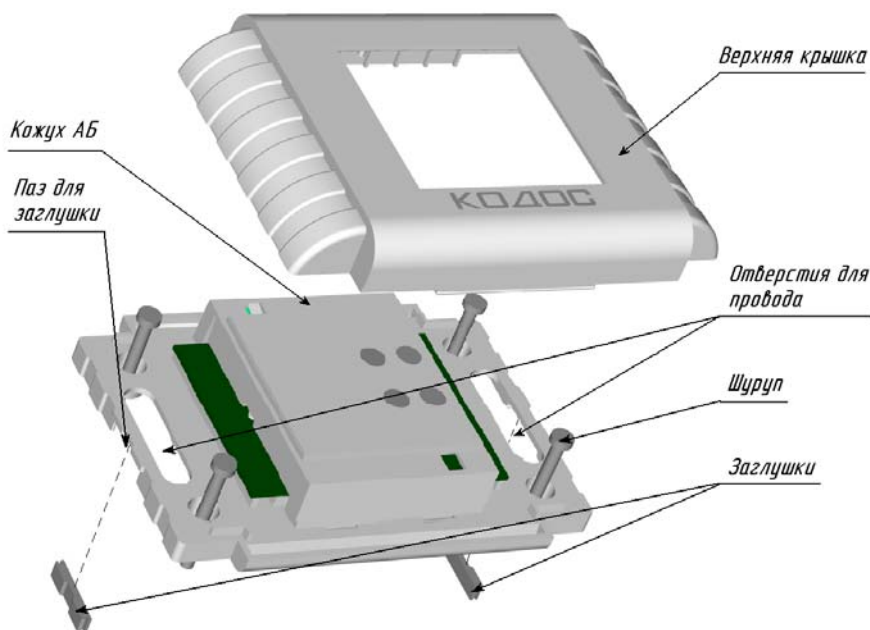
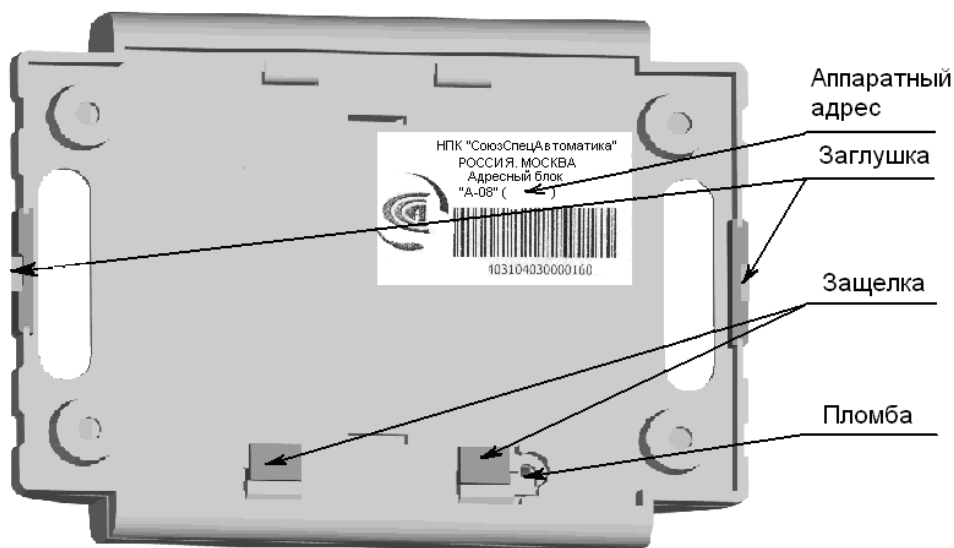

Рисунок 4 – Крепление АБ (клеммы условно не показаны)
Рисунок 5 - Внешний вид АБ (обратная сторона)
ВНИМАНИЕ! Для предотвращения случайного открытия корпуса и последующего разрушения пломбы, не следует вынимать предохранительные защелки, расположенные с обратной стороны корпуса (см. рисунок 5). Разрушение пломбы ведет к снятию с гарантии.
4.2.1 Снять с АБ верхнюю крышку (см. рисунок 4).
- в случае если провода подходят сбоку АБ (например, из короба или гофрированного шланга), снять заглушки (см. рисунок 4, рисунок 5);
- через отверстия для проводов (если провода идут из стены) или через пазы для заглушек и отверстия для проводов (в случае, если провода подходят сбоку) (см. рисунок 4), протянуть провода к корпусу АБ;
При настройке прибора А-20 АБ должен быть включен в список опроса адресных блоков. При этом требуется указать его аппаратный адрес, который (в десятичной кодировке) приведен на наклейке, расположенной на обратной стороне корпуса АБ (см. рисунок 5).